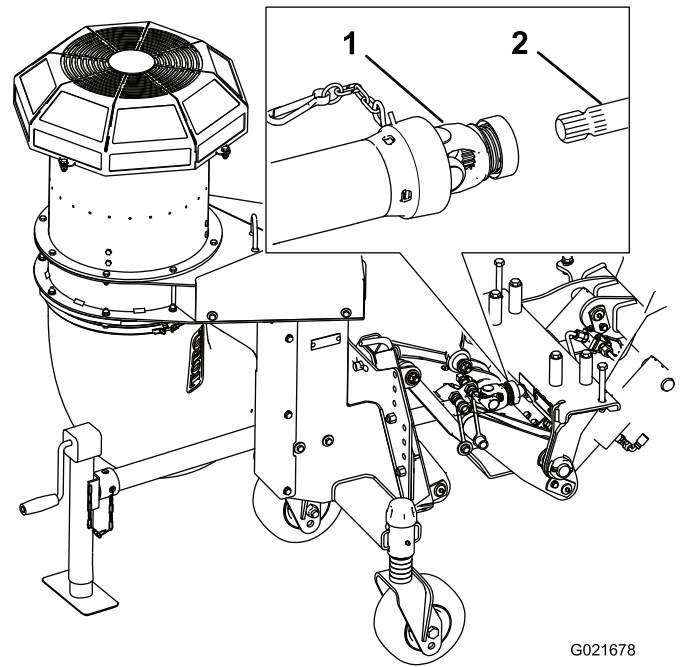

Figura 13
6. Prenda a corrente de segurança à estrutura de ligação rápida (Figura 13).
5. Instale o veio propulsor na estrutura de ligação rápida deslizando o acoplador rápido para o veio (Figura 13).